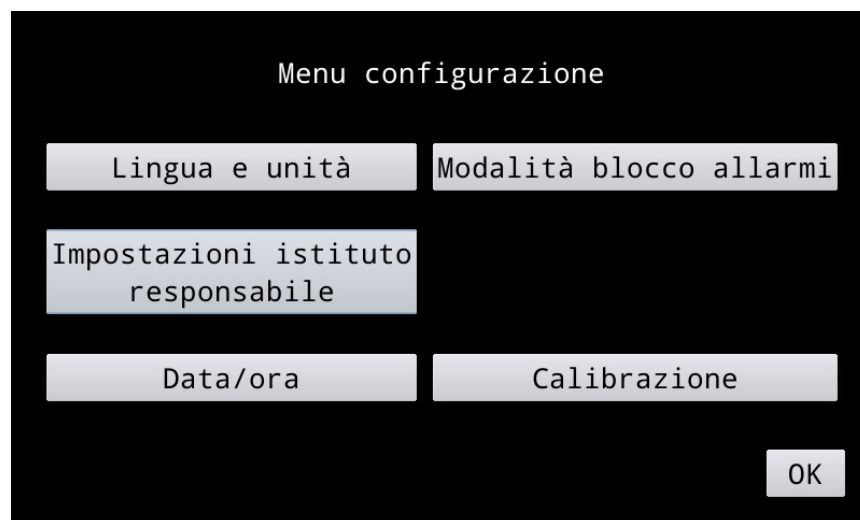

Figura 8. Menu configurazione
4. Viene visualizzato il Menu configurazione (figura 8).